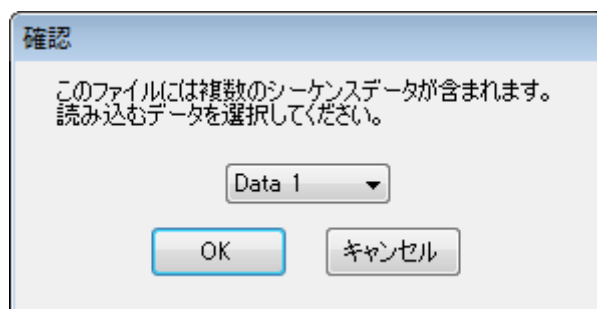

図5-12 シーケンスデータ選択ダイアログ
- “BP0421 シーケンス編集ソフトウェア” で作成した複数台の機器のシーケンスデータを含むファイルを開くと、図5-12のダイアログが表示されます。データを一つ選択して **OK** をクリックすると、選択したデータを読み出します。